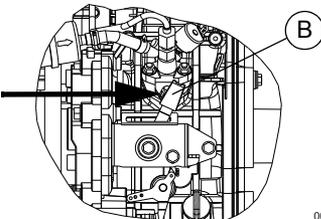

Figura 3-3. Palanca de control del motor
5. Consulte la Figura 3-3. Mueva la palanca de control del motor a Run (Funcionamiento) (B).
7. Mantenga presionado el interruptor de arranque del motor (C) hasta que este
Para volver a arrancar el motor, la palanca de control del motor se debe mover hasta Run (B). Consulte la Figura 3-3.